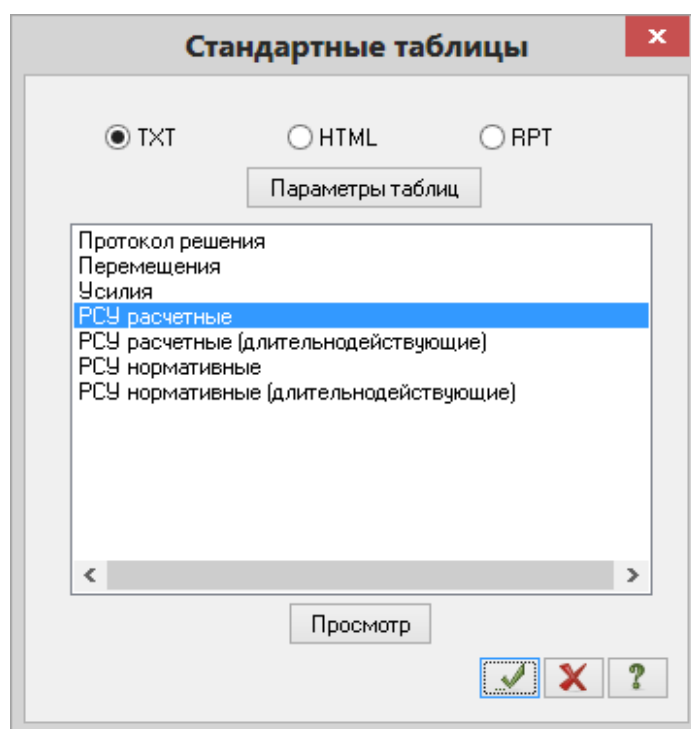

Рис.1.22. Диалоговое окно **Стандартные таблицы**
- После этого в диалоговом окне **Стандартные таблицы** (рис.1.22) выделите строку **PCY расчетные**.